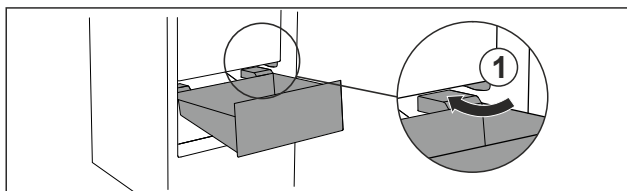

Fig. 115
- Umetnite ladicu koso oko zaustavljača Fig. 115 (1).